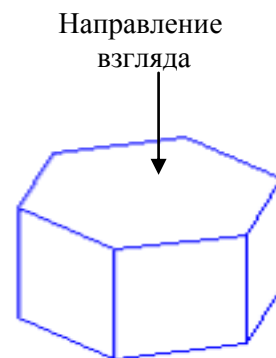

Рис. 3.39. Направление взгляда
- выбирают ориентацию, которая должна соответствовать направлению взгляда на деталь для данного эскиза (например, Вид сверху, как на рис. 3.39);